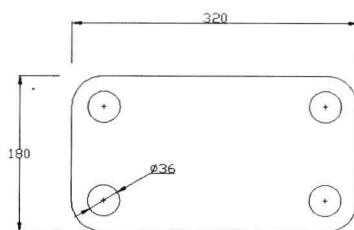

图 9-6-1
(2) 选择菜单命令“绘图／圆／圆心、半径”，捕捉并单击圆角的圆心，命令行提示“指定圆的半径或 [直径 (D)]”，输入“18”，按 Enter 键，绘制一个圆。
(3) 用同样的方法创建所有矩形圆角内侧的圆，如图 9-6-1 所示。